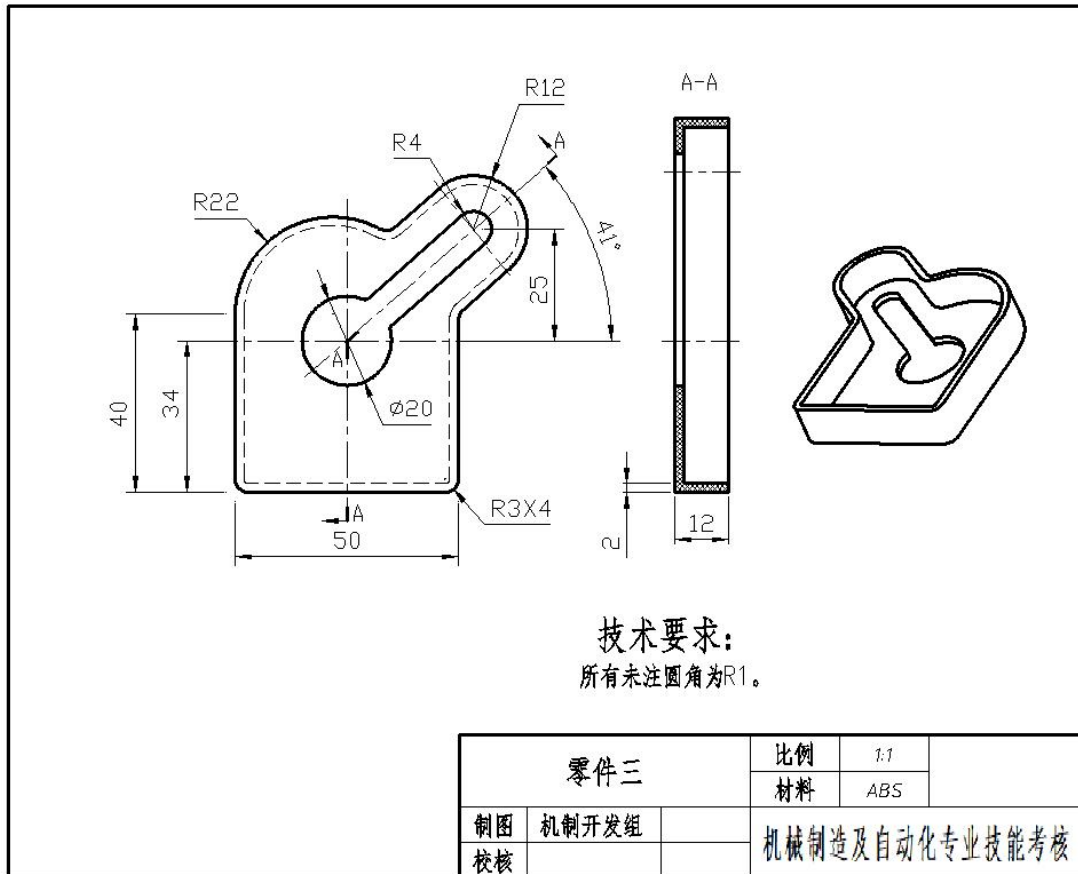

图3-1-3 零件三
某企业需要生产如图3-1-3的零件，要求该企业机械制造工程技术人员、质量管理工程技术人员、机械设计工程技术人员在电脑上用Pro/ENGINEER、UG NX、SolidWorks等三维软件完成该零件的三维模型及工程图绘制，最终结构要素的形状、尺寸要求等以图纸标注为准。生产过程中按“6S”规范文明生产。
- 3) 根据图3-1-3所示尺寸完成零件三的三维建模及工程图绘制；